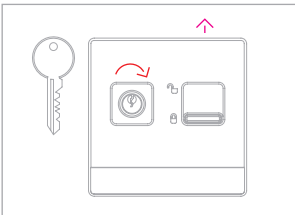

Fig. 3
- Fig. 3: Stecken Sie den Schlüssel ins Schloss, drehen Sie ihn im Uhrzeigersinn und der Hebel wird automatisch nach oben springen.